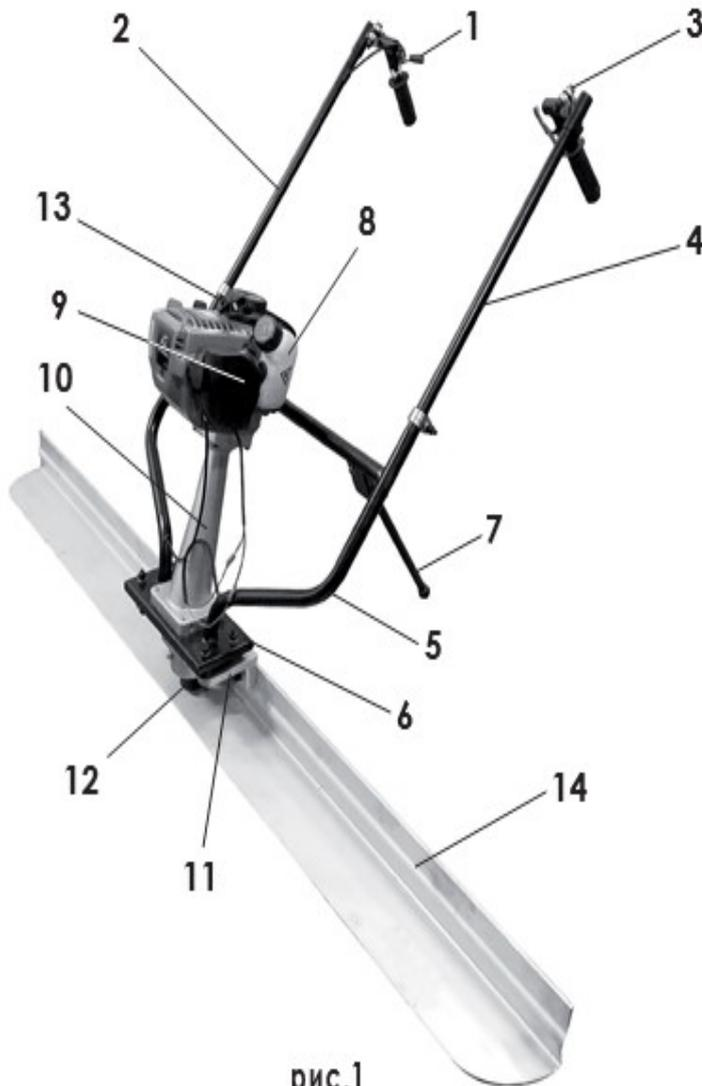

рис.1
Общий вид виброрейки представлен на Рис.1
Основным несущим узлом виброрейки является металлическая трубчатая рама (рис.1 поз.5), выполненная заодно с основанием (рис.1 поз.6). Сверху к основанию крепится стойка двигателя (рис.1 поз.10) внутри которой расположен приводной вал. Снизу к основанию крепится корпус вибратора (рис.1 поз.11), внутри которого расположен эксцентриковый механизм. Корпус вибратора крепится к вертикальной части выравнивающей рейки (рис.1 поз.14) и опирается амортизатором (рис.1 поз.12) на ее горизонтальную часть.
В корпусе вибратора (рис.1 поз.11), на подшипниках смонтированы вал и эксцентриковый груз, вращение которых передает вибрацию на выравнивающую рейку.
Открутите крышку топливного бака (рис.1 поз.8). Заливайте бензин в топливный бак не более чем на 1 см ниже уровня основания заливной горловины. Перед запуском двигателя тщательно протрите крышку бензобака, удалив возникшие при заправке брызги топлива.
- перевести рычаг газа (рис.1 поз.1) в положение холостого хода;